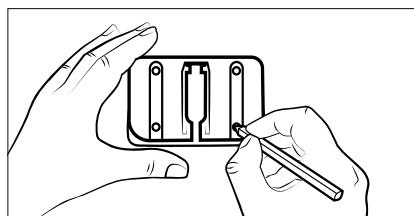

Abb. 5
- 3) Benutzen Sie die Wandhalterung 18 zum Anzeichnen der vier Bohrlöcher an der Wand (siehe Abb. 5).